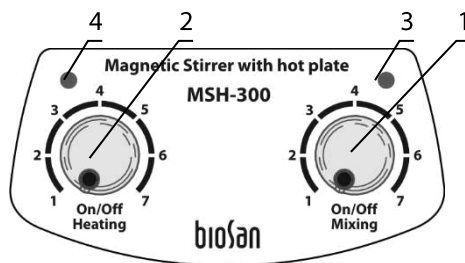

Рисунок 2. Панель управления
- 5.3. Установка температуры плиты. Поворачивая ручку нагрева **On/Off Heating** (рис. 2/2), включите нагрев и установите требуемую температуру, линейно, в диапазоне от 30 до 330 °С. Индикатор нагрева (рис. 2/4) начинает мигать, 4 раза в секунду, пока устройство не достигнет заданной температуры.
- 5.4. Используя ручку **On/Off Mixing** (рис.2/1), включите режим перемешивания и установите требуемую скорость. Поворачивайте ручку плавно.